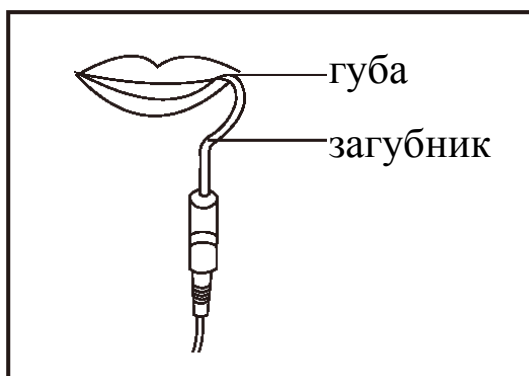

Рисунок 15
- 6.2.4 Повесьте загубник важно так, чтобы он контактировал со слизистой оболочкой полости рта как контрольный электрод. [Рисунок 15].